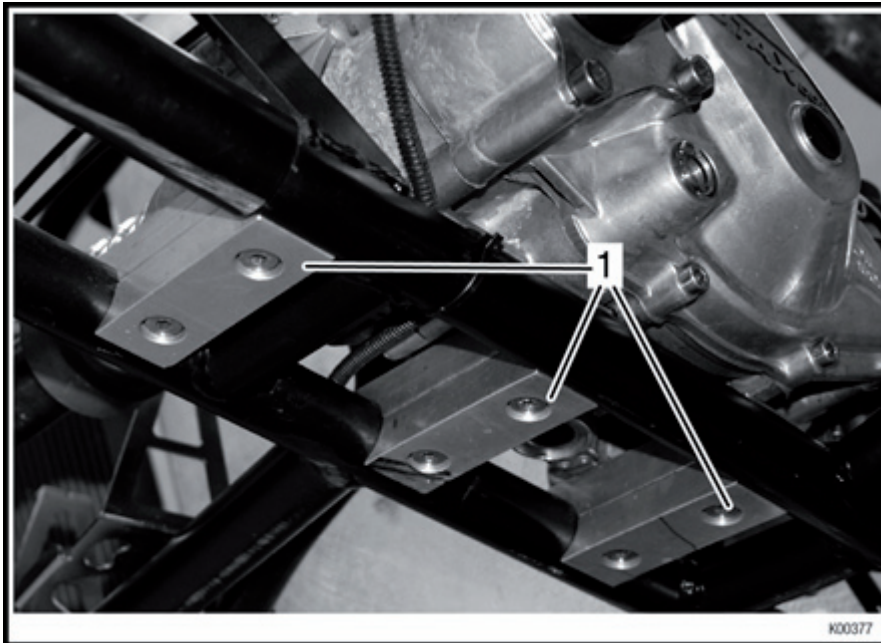

Fig. 12
Le moteur doit être fixé au châssis au moyen de 3 supports moteur (rep. 1) (Fig. 12). En raison des dimensions différentes des 2 tubes support des diverses marques de châssis, le support moteur n'est pas inclus dans la livraison.
- ➔ Après alignement du moteur, serrer les 4 vis CHC 8 x 25 à 28 Nm (248 lbf.in.) pour fixer le support supérieur du moteur sur le moteur. Fixer et serrer avec 4 vis CHC M8 x 30 à 22 Nm (195 lbf.in.) le support moteur inférieur à la bride supérieure. Voir Fig. 12